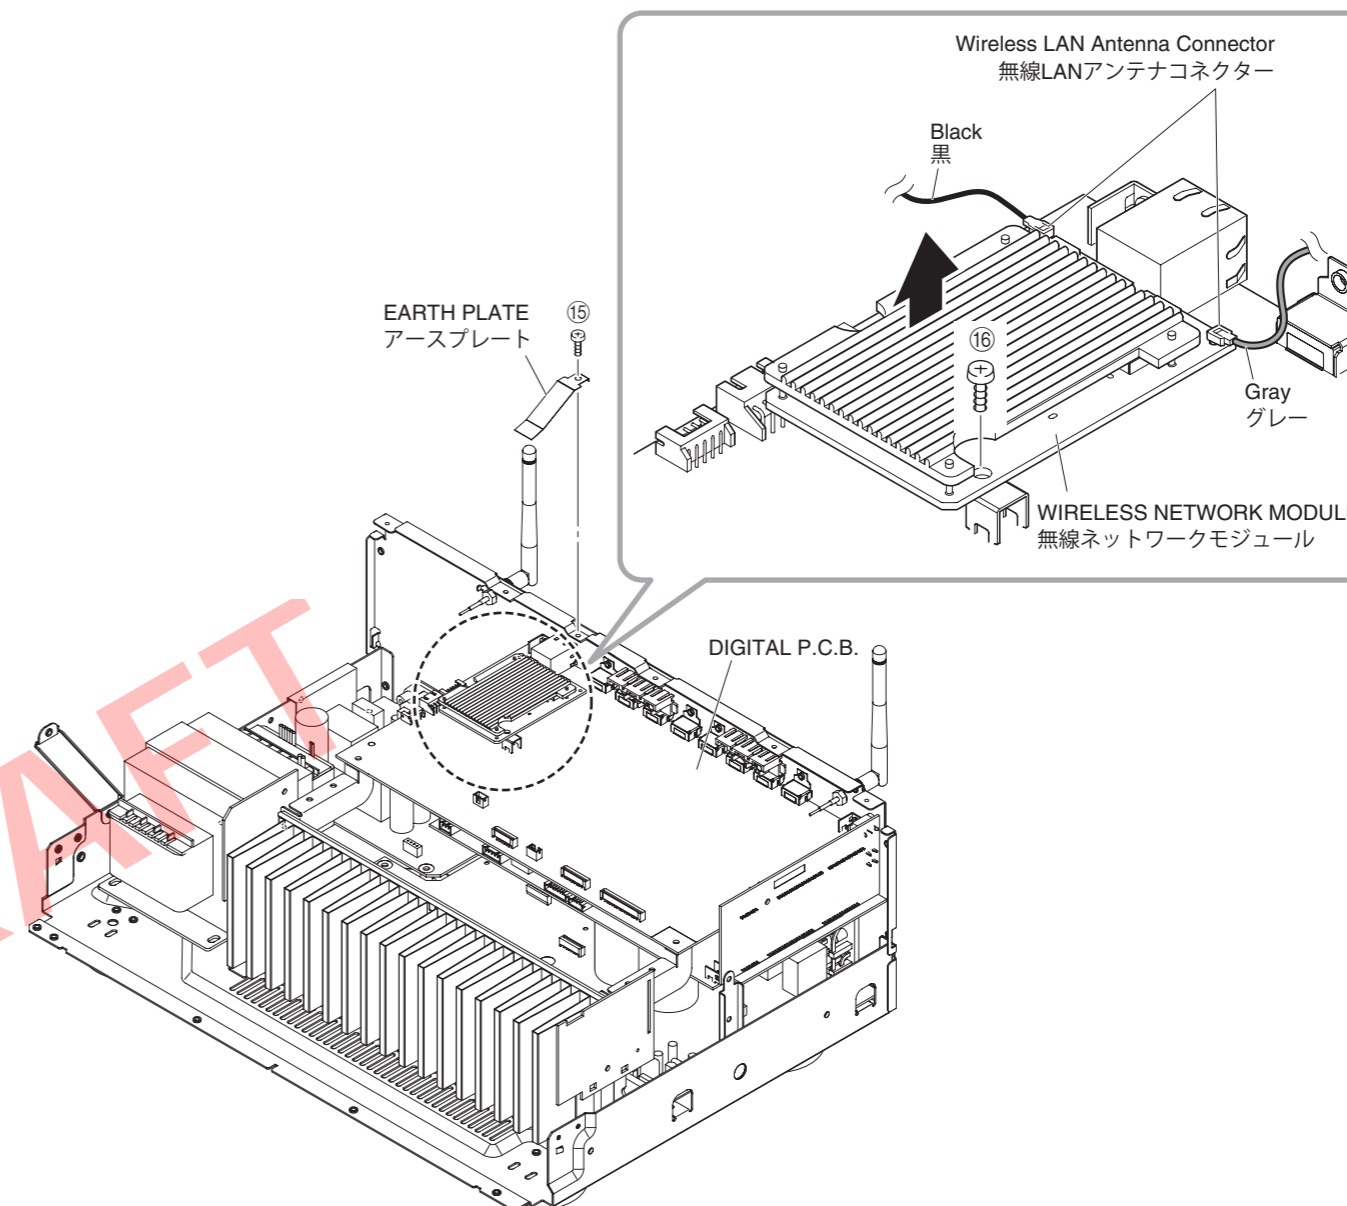

Fig. 5
4. Removal of WIRELESS NETWORK MODULE (Fig. 5)
- Remove screw (15) and then remove the EARTH PLATE.
- Remove screw (16).
4. 無線ネットワークモジュールの外し方 (Fig. 5)
- ⑮のネジ1本を外し、アースプレートを外します。
- ⑯のネジ1本を外します。